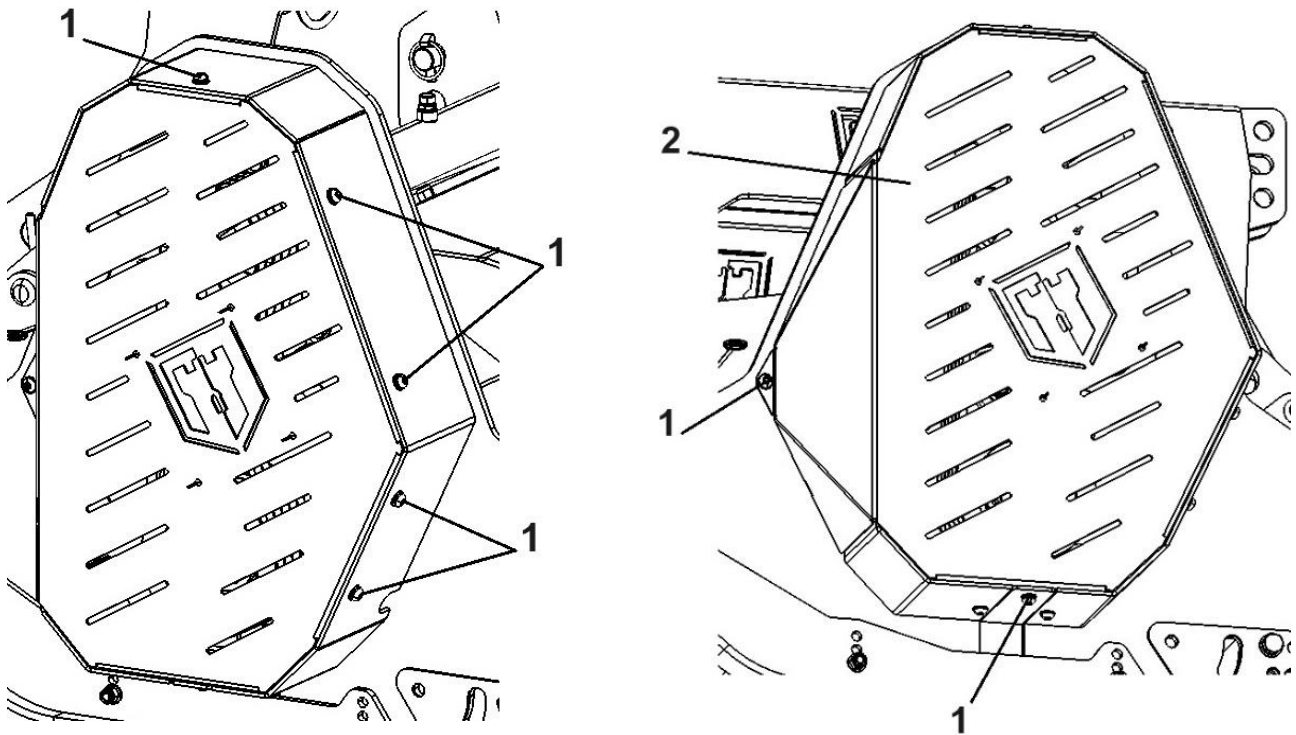

Abbildung 15. Einstellung der Riemenspannung des Riemenantriebs: 1 – Befestigungsschrauben, 2 – Schutzvorrichtung des Riemenantriebs
Zur Einstellung der Riemenspannung sind folgende Tätigkeiten durchzuführen (Abb. 15):
- die Befestigungsschrauben der Schutzvorrichtung des Riemenantriebs abschrauben (Abb. 15 Pos. 1),
- die Schutzvorrichtung des Riemenantriebs demontieren (Abb. 15 Pos. 2),